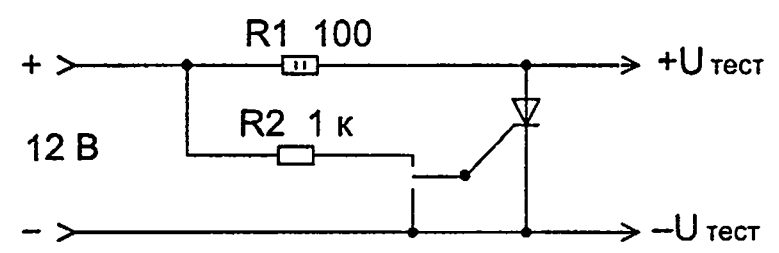

Рис. 7.8
Наилучшие результаты проверки тиристоров и симисторов обеспечивает испытательная схема, изображенная на рис. 7.8. Для питания схемы используется источник постоянного тока напряжением 12 В с допустимым током нагрузки не менее 200 мА. Резистор R1 ограничивает ток через испытуемый прибор, а резистор R2 — через его управляющий электрод. Схема обеспечивает тестирование тиристоров и симисторов малой и средней мощности. Для проверки прибора необходимо:
1. Включить его в схему, как показано на рис. 7.8.